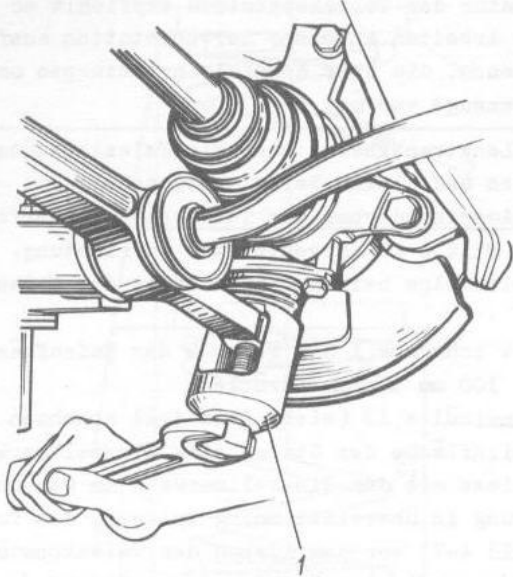

Bild 4-8. Austreiben des Kugelgelenkbolzens aus Aufhängungslenker:
- mit Hilfe einer speziellen Ausbauvorrichtung 1 (Bild 4-8), die an zwei Vorsprüngen des Aufhängungslenkers angesetzt ist, den Bolzen aus Kegelbohrung des Lenkers austreiben;